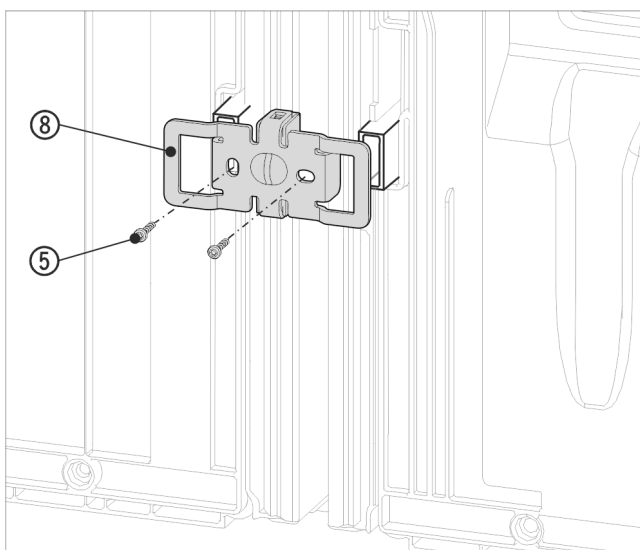

Fig. 18 Voorbeeld
- ▶ Hoekstuk Fig. 18 (8) met de uitsparingen boven de opname voor wandafstandshouder schuiven.
- ▶ Met 2 schroeven Fig. 18 (5) vastschroeven.